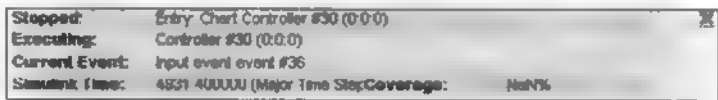

图 16.37 接收到触发事件后的对话框信息
(5) 单击 Start 按钮后，在 Simulink 窗口中双击 Manual Switch 模块向 Controller 图表发送事件，在 Stateflow Debugging 窗口上端就会显示如图 16.37 所示。